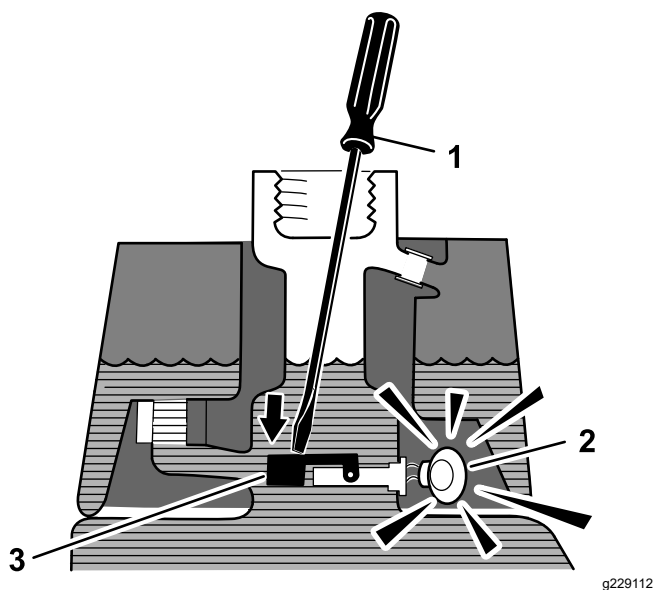

Figura 51
3. Insira uma barra ou uma chave de parafusos limpa no bocal do depósito e empurre com cuidado o comutador (Figura 51) para baixo. O alarme deverá ser ativado ao fim do período de desfasamento de um segundo.